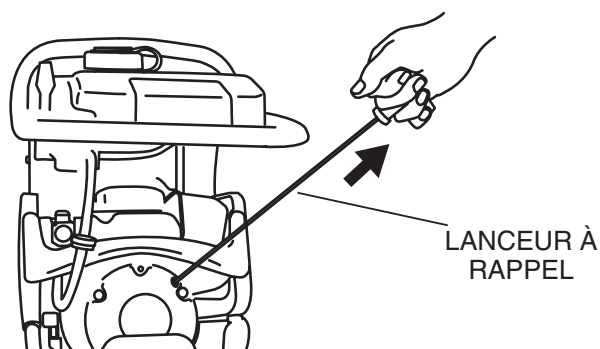

Figure 9. Démarreur manuel
4. Saisir la poignée du câble de démarreur (Figure 9) et la tirer jusqu'à ce que vous sentiez une légère résistance. Puis tirer fortement et rapidement. Retourner la poignée au boîtier de démarreur avant de lâcher.